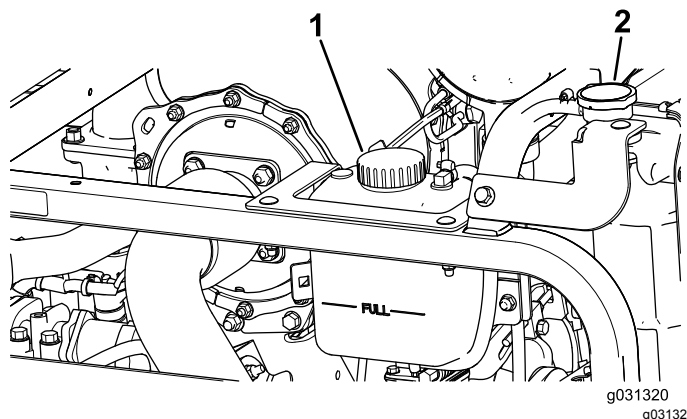

Figura 116
1. Retire cuidadosamente a tampa do radiador e a tampa do depósito de expansão (Figura 116).
2. Verifique o nível do líquido de refrigeração do radiador (Figura 116).